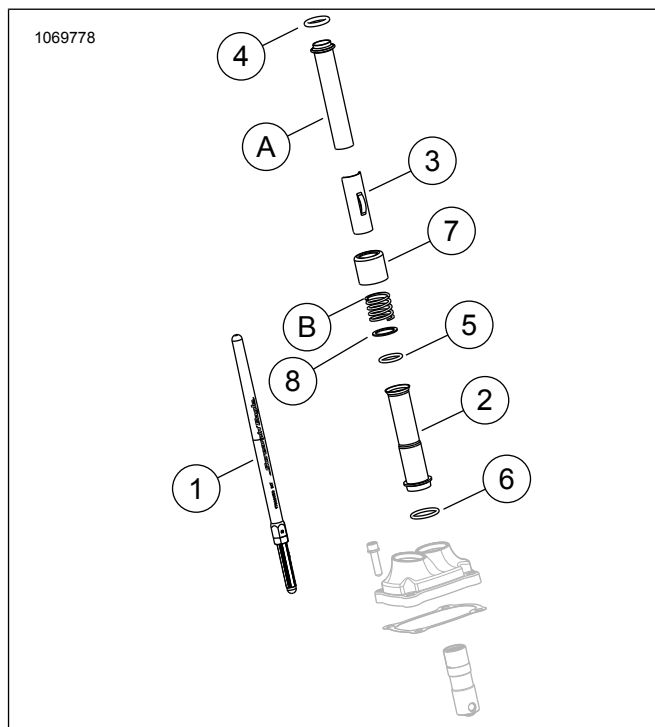
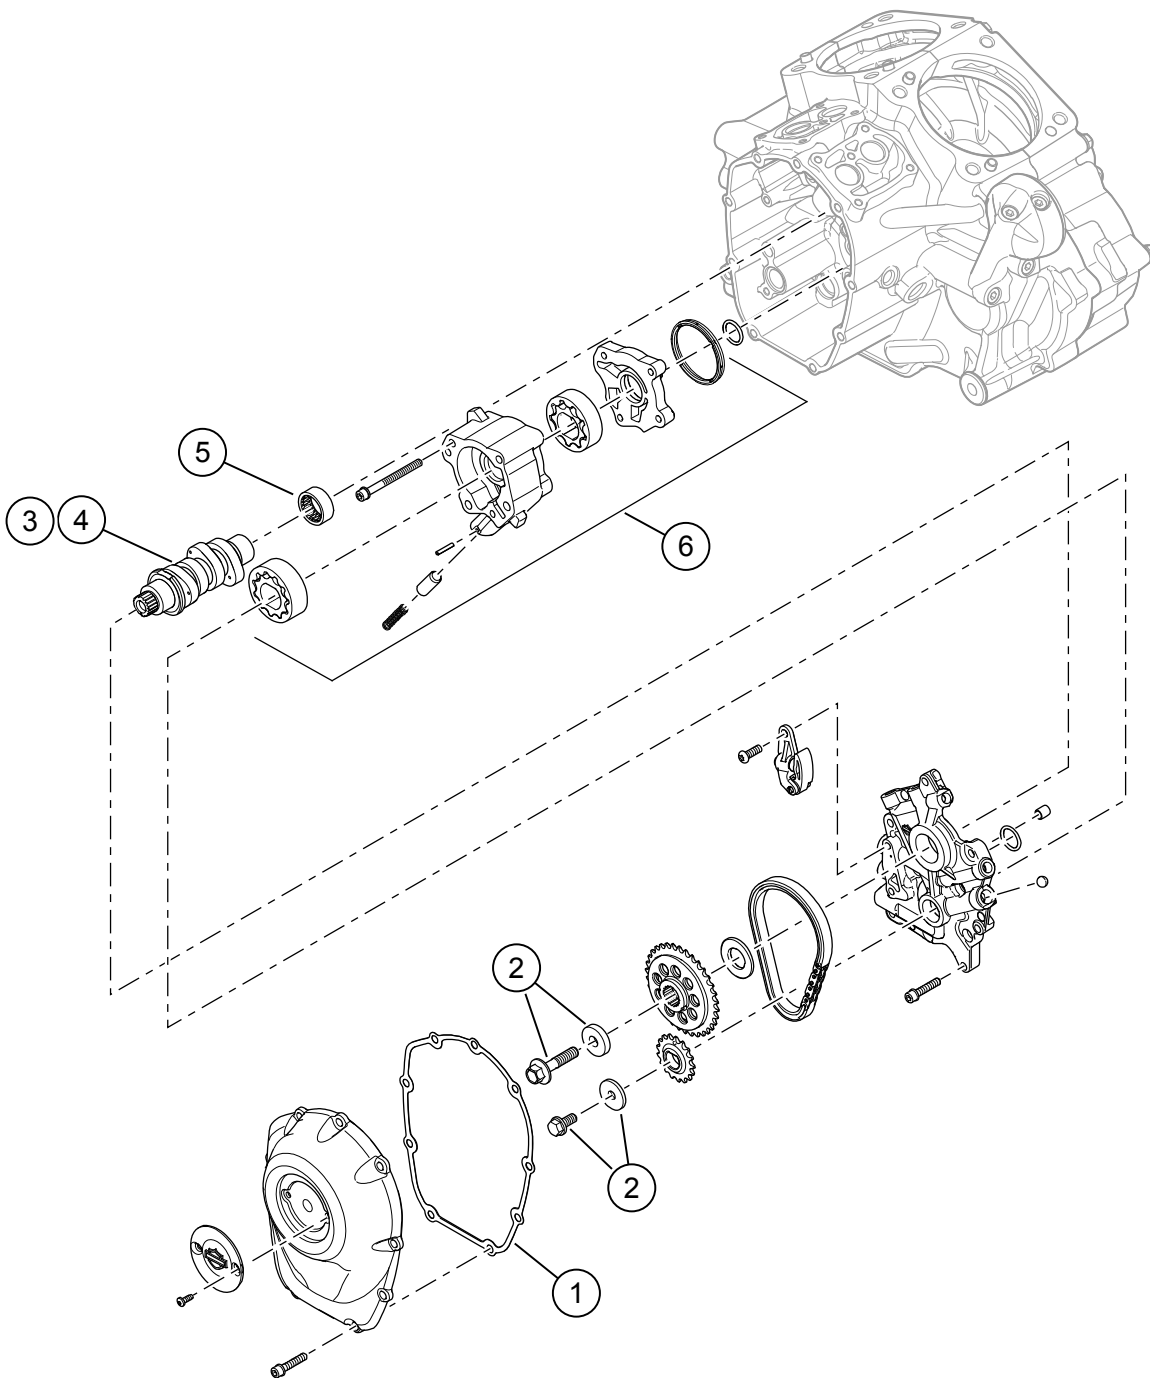

Figura 3. Componente de service
Figura 4. Componente de service: Kit Screamin' Eagle Milwaukee-eight Stage 2
Consultați Figura 3 pentru Figura 4 și Tabelul 2 pentru Tabelul 3.
1. A se vedea figura 4. Montați pompa de ulei. Consultați secțiunea MOTORUL din manualul de service.